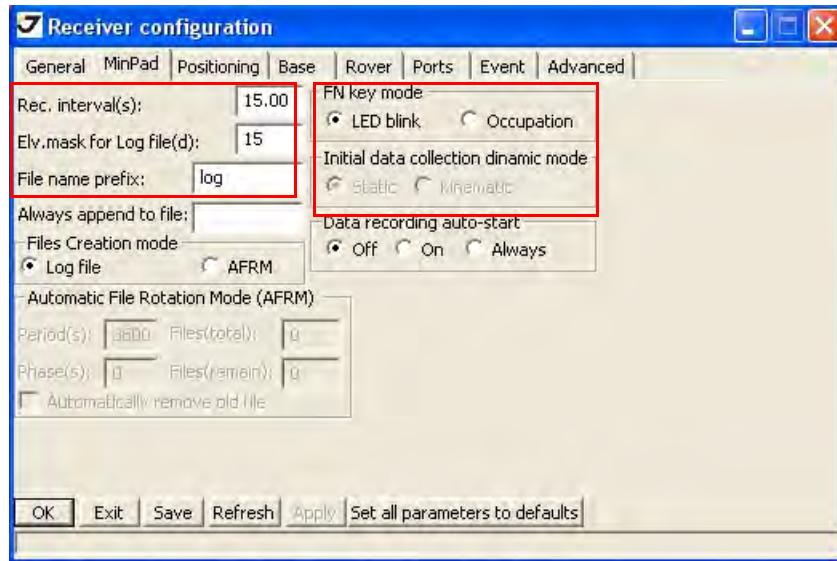

Рисунок 37. Настройки приемника – MinPad для записи данных
- Перейдите в закладку *MinPad* и настройте следующие параметры (Table 17), а затем нажмите *Apply* (Рис. 37 на стр. 53).